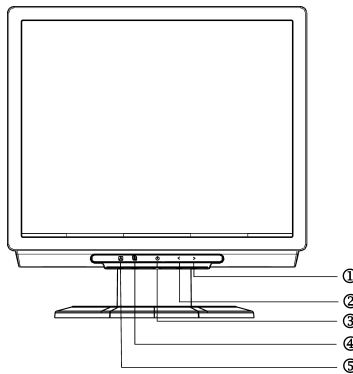

Figura 3 Botón de control externo
3. Sujete los lados derecho e izquierdo de la pantalla con ambas manos y, a continuación, gírela 90 grados en la dirección de las agujas del reloj, tal y como se muestra en la figura 3.
Pulse el botón de encendido para encender o apagar el monitor. Los demás botones de control están ubicados en el panel frontal del monitor (Véase la figura 3.) La imagen puede ajustarse a su gusto cambiando estos valores.